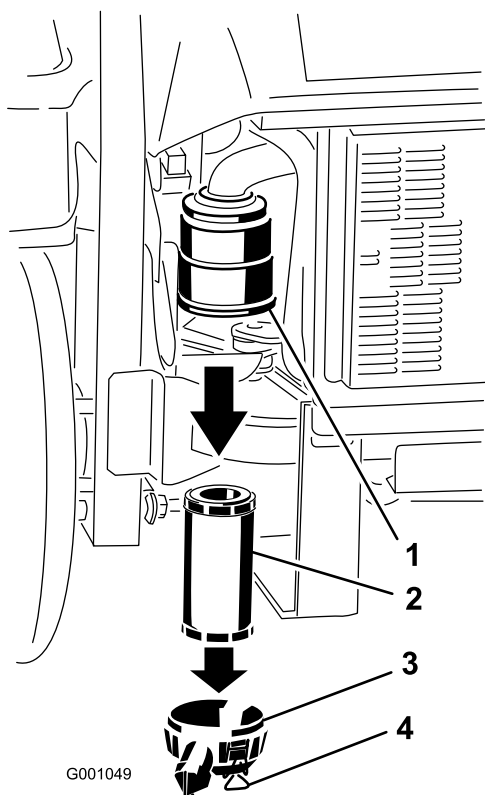

Figura 32
3. Rilasciate i dispositivi di fermo del filtro dell'aria, e togliete il coperchio dal corpo del filtro dell'aria (Figura 32).
5. Estraete con cautela il filtro dal corpo del filtro dell'aria (Figura 32). Non urtate il filtro contro il corpo.